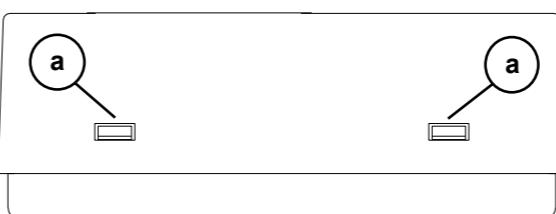
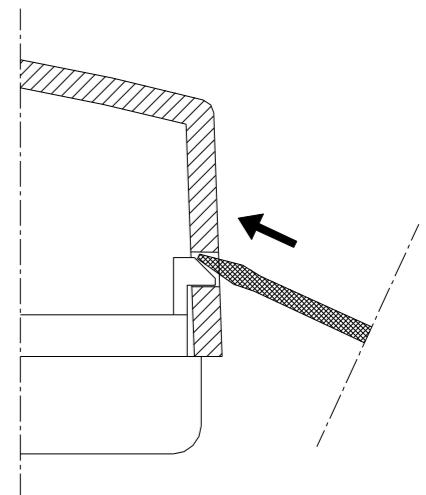

Fig. 3: Posizione dentini plasti
Fig. 4: Apertura calotta tramite cacciavite
- Rimuovere la calotta plastica spostando verso l'interno, con l'aiuto di un utensile (Fig. 4), i due dentini plasticci (a) posti su uno dei due fianchi (Fig. 3).
- Remove the plastic cover by moving to the inner side, through the use of a tool (Fig. 4), the two plastic teeth (a) located on one side (Fig. 3).
- Déplacer la calotte plastique en faisant pression vers l'intérieur avec l'aide d'un ustensile (Fig. 4), les deux cavaliers plastiques (a) situés sur un des deux côtés (Fig. 3).
- Suivre les instructions pour les branchements électriques selon le schéma de la Fig. 4.
- Remover la tapa de plástico, desplazando hacia el interior con la ayuda de algún utensilio (Fig. 4), los dos dientecitos de plástico (a) ubicados en uno de sus lados como en la Fig. 3.